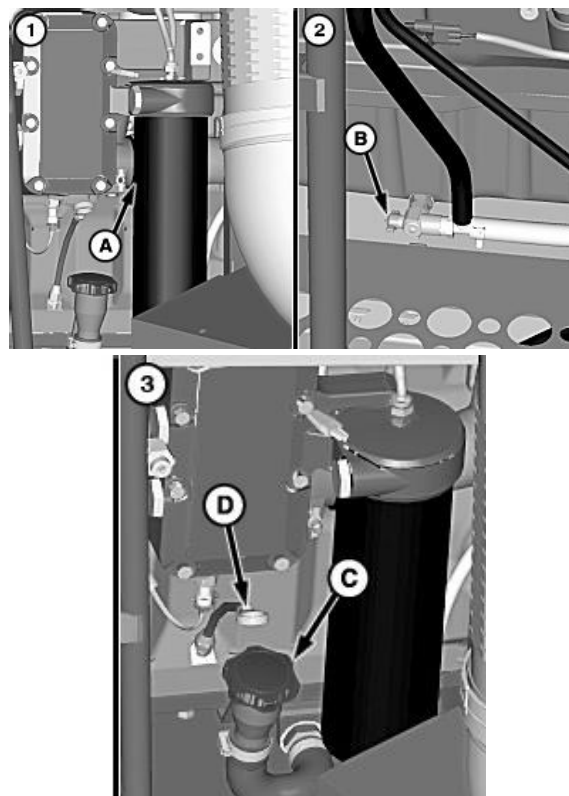

Рис.4.46 – Заміна моторної оливи: А- масляний фільтр; В – зливний отвір; С – заливна горловина; D- щуп
1. Замінити масляний фільтр А (рис.4.46).
2. Відкрити зливний кран В (рис.4.46) та злити оливу.
3. Залити оливу через горловину С і перевірити її рівень за допомогою щупа D (рис.4.46).